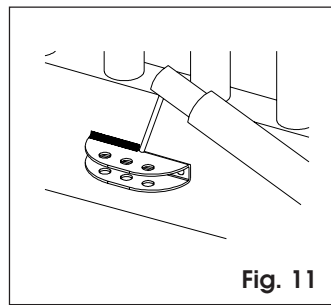
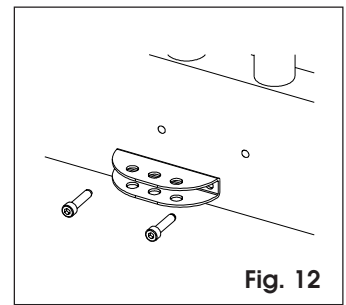

Fig. 11
Fig. 12
- El empalme puede soldarse directamente en la hoja (Fig. 11) o bien puede atornillarse utilizando insertos roscados (Fig. 12).